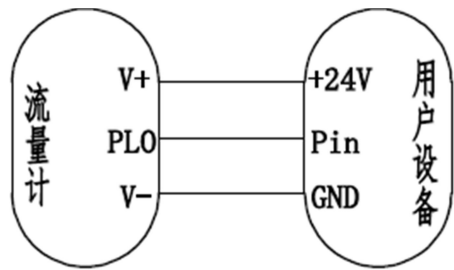

图 9-1 脉冲信号输出接线图
7.4.1 脉冲信号输出——工况脉冲信号与标准体积流量成正比的频率信号（见图 9-1）